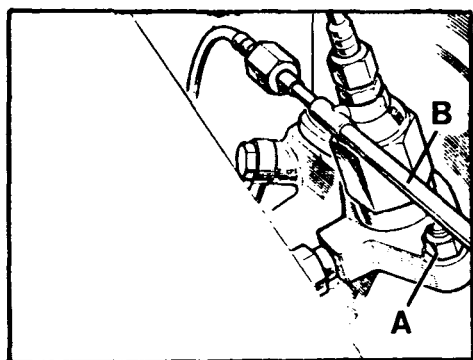

Fig. A1-14 Desmontaje de inyectores
- 1.5. Desmontar las tuercas, A (Fig. A1-14) que fijan los inyectores y extraer éstos en unión de la tubería de comunicación sobrante de inyectores.